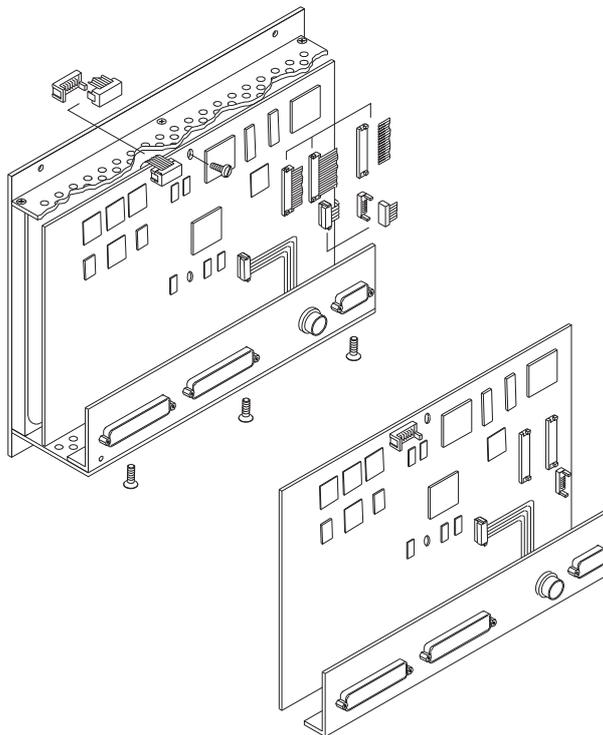

Bild D 8-21: Einsetzen der Einheit aus Anschlussplatte und Hauptplatine
14. Legen Sie die Einheit aus Anschlussplatte und Hauptplatine vorsichtig und locker in das Gerät und führen Sie die Anschlusskabel des Tastenprints und der Displays zu den entsprechenden Anschlüssen auf der Hauptplatine (Bild D 8-21). Schliessen Sie die Flachbandkabel wieder an.